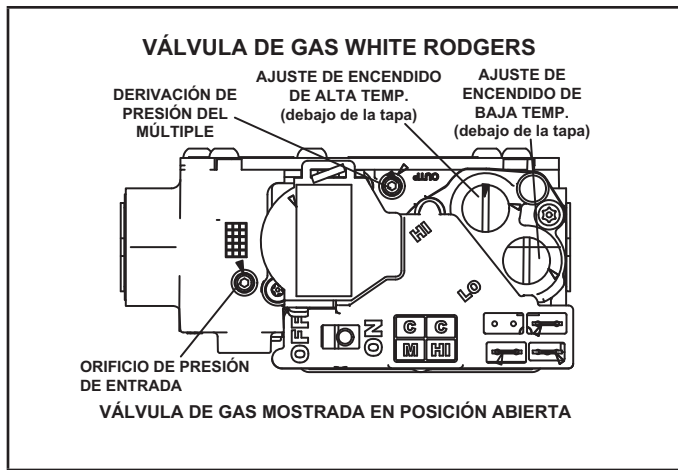

FIGURA 32
Funcionamiento de la válvula de gas (Figura 32)
- 6 - Mueva el interruptor en la válvula de gas a APAGADO. No lo fuerce. Ver la Figura 32.
- 8 - Mueva el interruptor en la válvula de gas a la posición ENCENDIDO. No lo fuerce. Ver la Figura 32.
Un tapón roscado en la válvula de gas permite acceso a la presión de suministro. Ver la Figura 32. Retroceda el tornillo hexagonal de 3/32" una vuelta, conecte un tubo de 5/16" y conéctelo a un manómetro para medir la presión de suministro. Ver la presión de la línea de suministro en la Tabla 13.
Un orificio de presión del múltiple en la válvula de gas permite acceso a la presión del múltiple. Ver la Figura 32. Retroceda el tornillo hexagonal de 3/32 una vuelta, conecte un tubo de 5/16" y conéctelo a un manómetro para medir la presión del múltiple.
- 1 - Conecte el medidor de prueba a la válvula de gas del orificio de presión del múltiple (Figura 32).
- 4 - Haga ajustes si es necesario. La Figura 32 muestra la ubicación del tornillo de ajuste de encendido de alta y baja temperatura.